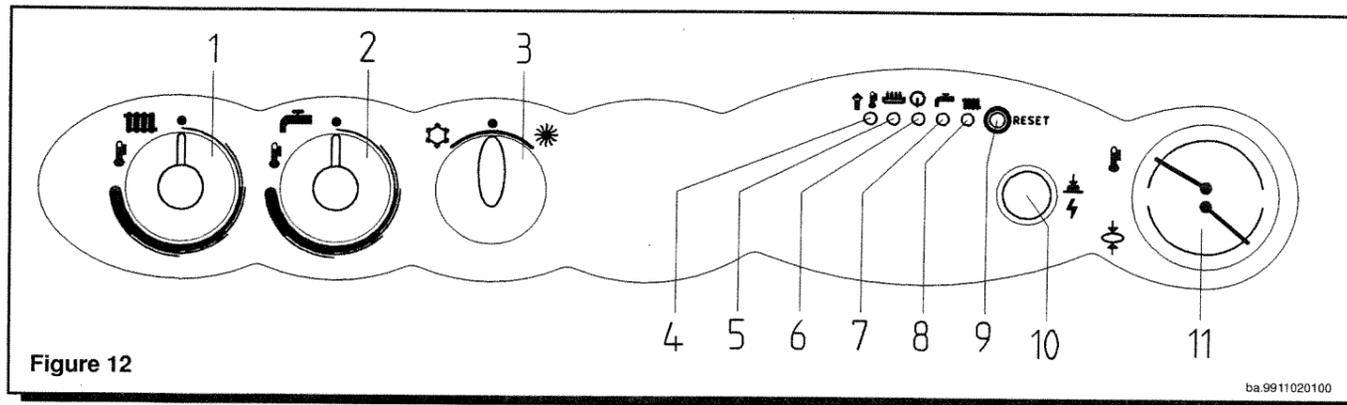

Figure 12
Cette fonction prévoit un ajustement de température toutes les heures. Pendant la mise à température du microcumulus, ou pendant le rétablissement de la température, le témoin (7) figure 12 clignote.
- * ouvrir le robinet gaz et tourner le commutateur (3) de la figure 12 afin de mettre la chaudière en position ETE (☀️);
- * visser à fond sans forcer la vis noire (a) au tube (b) figure (11);